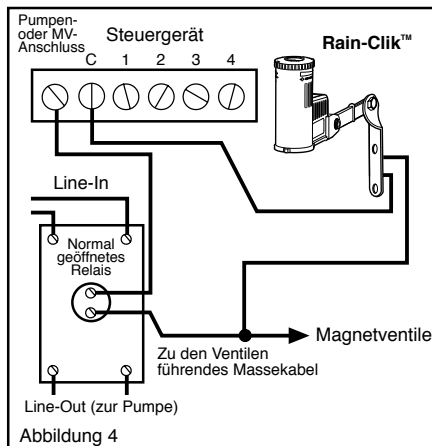

Abbildung 4
B. 24 V Magnetventile mit Pumpenrelais (s. Abb. 4).